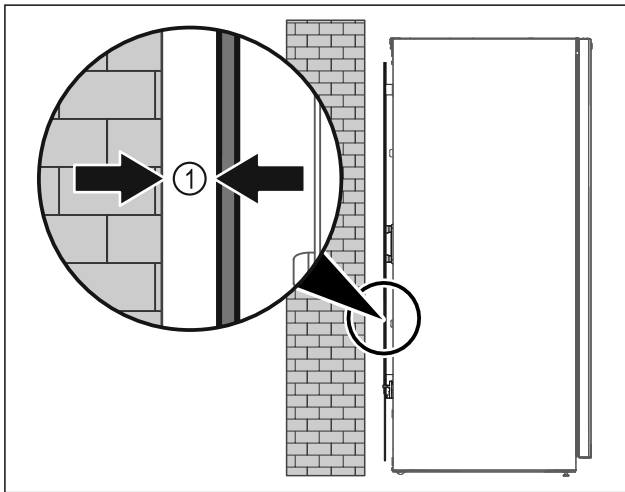

Fig. 6
- ▶ Instalar el electrodoméstico en medio de una sala o directamente arrimado a una pared con una distancia mínima de 5 mm Fig. 6 (1).